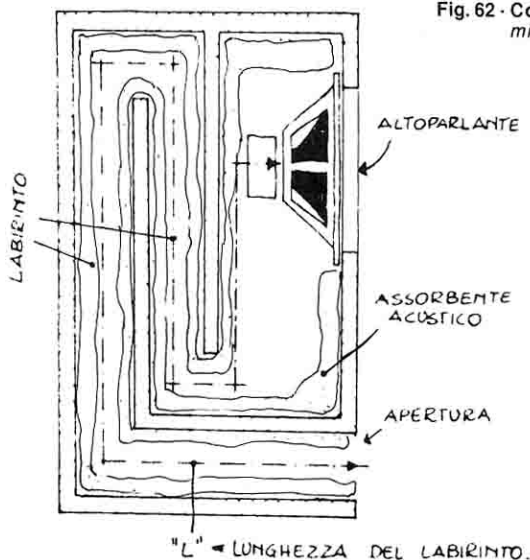

Fig. 62 - Costituzione dei diffusori *transmission-line* (sezione verticale).
3.8 - I «diffusori a labirinto acustico», o «Trasmissione-line» (Fig. 62)